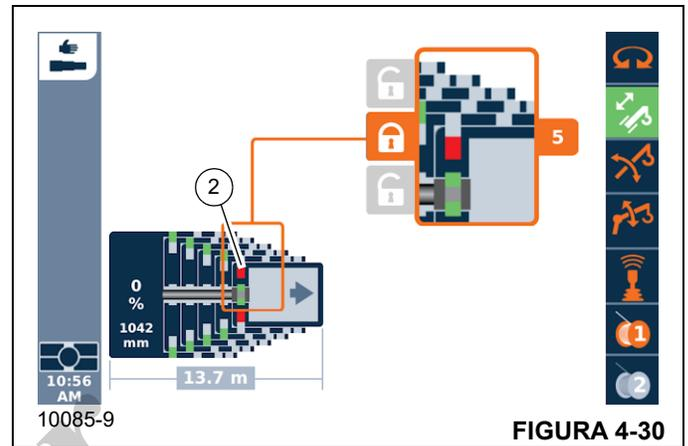

FIGURA 4-30
2. Confirme la selección – los pasadores de bloqueo se retraerán. Símbolo (2, Figura 4-30) rojo.